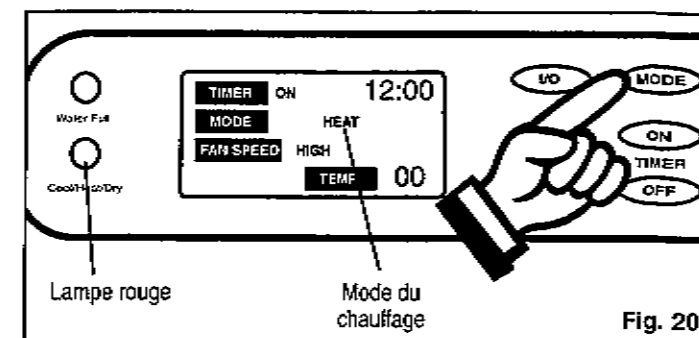

Fig. 20
1) Appuyez sur la touche I/O (mise en marche/arrêt) pour mettre l'appareil en marche. Appuyez sur la touche **MODE** jusqu'à ce que le mot **HEAT** (chaleur) soit indiqué sur l'ACL. Fig. 20. Chaque appui sur la touche **MODE** change le réglage de mode (**Refroidissement- chaleur** (DPAC7599)-**déshumidification-ventilation**). La lampe rouge s'allume pour indiquer le fonctionnement du mode de chauffage (il peut se produire un bref délai de 5 à 10 secondes avant le début du cycle, ceci est normal).